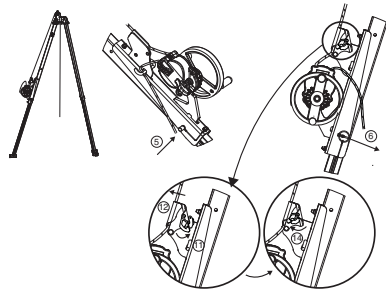

Fig. 9
⚠ BELANGRIJK: Let op de montagerichting: de blokkeerinrichting van de streng dient naar de bovenkant van de TRACPODE-drievoot gericht te zijn (fig. 9).
5. Plaats de verankerbroche van de console van het DEROPE™-toestel UP R. Deze verankerbroche heeft twee functies: vergrendelen van de poot van de TRACPODE-drievoot en verankeren van de console van het DEROPE™-toestel UP R op deze poot (fig. 9, 5).
6. Vergrendelen van de verankerbroche door de clipstift (fig. 9, 6).
11. Open de kleminrichting van de streng van de console (fig. 9, 11).
12. Plaats de streng die uit het DEROPE™-toestel steekt in de kleminrichting van de console (fig. 9, 12).
14. Sluit de kleminrichting van de streng (fig. 9, 14).